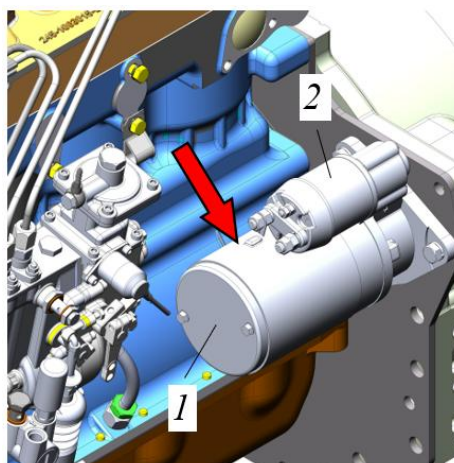

Рисунок 5.34. Стартер (расположение стартера на двигателе показано стрелкой)
- ▶ Снять защитный колпак 1 и проверить состояние коллектора, щёток и щёточной арматуры, см. рис. 5.34.
- ▶ Для проверки контактов электромагнитного реле 2 (рис. 5.34) снять крышку. Если контактные болты и диск подгорели, зачистите их мелкозернистой наждачной бумагой или напильником с мелкой насечкой.